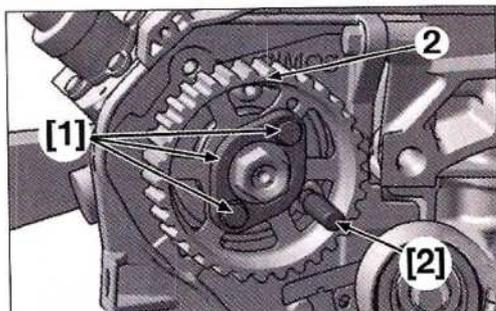

FIG. 48
- Colocar el útil [1] en la polea (2) (Fig.48).